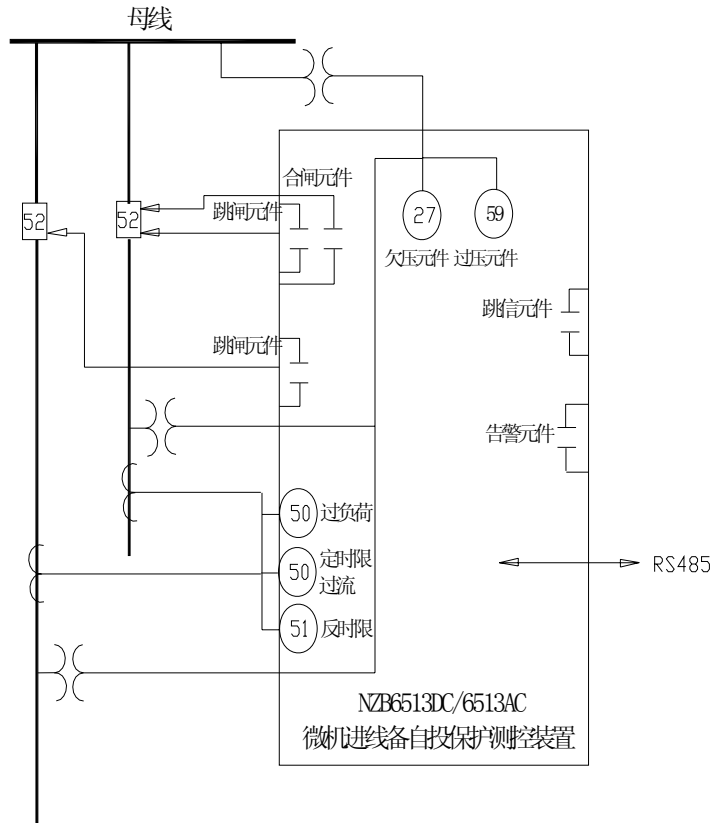

图3: NZB6513DC/ NZB6513AC功能配置图
1.3.3 Nzb6513DC/ Nzb6513AC微机进线备自投保护装置，功能配置见图3